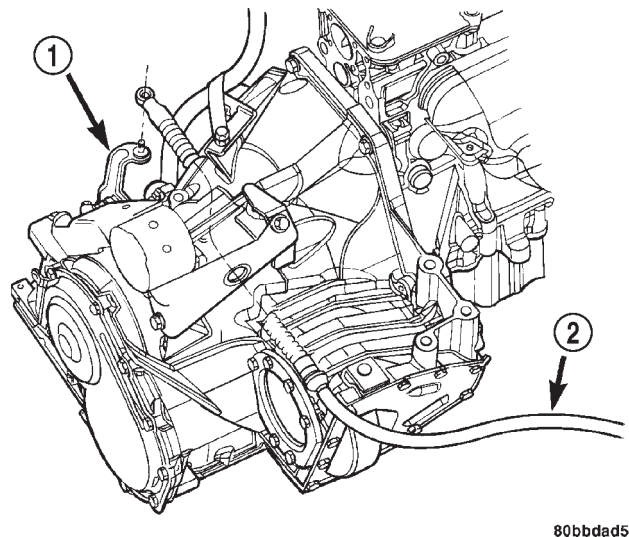
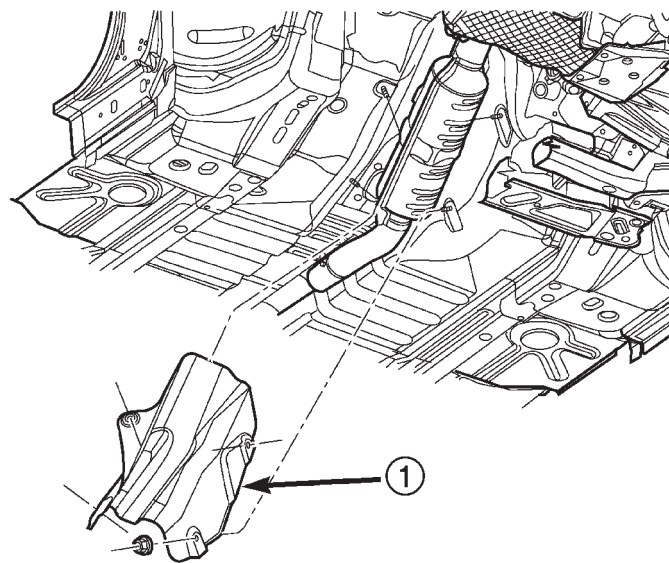
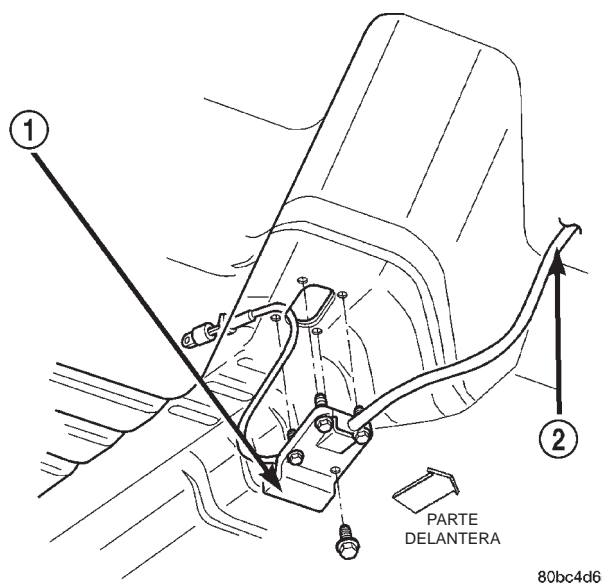

Fig. 185 Cable del cambio de marchas en el transeje
Fig. 186 Protector contra el calor del convertidor catalítico
Fig. 187 Placa de virola y cable de cambio en el suelo de la carrocería
(8) Retire la bandeja de la batería del soporte.
(9) Desconecte el cable del cambiador de la palanca de cambios y retírelo del soporte (Fig. 185).
(10) Eleve el vehículo sobre un elevador.
(11) Retire el protector contra el calor del convertidor (Fig. 186).
(12) Retire los pernos delanteros del protector contra el calor del tubo intermedio.
(13) Retire el tornillo restante de la placa de virola y retire el conjunto de cables del vehículo (Fig. 187).
(1) Instale el conjunto del cable a través de la abertura del suelo de la carrocería y fíjelo en el suelo de la carrocería mediante la placa de virola y un tornillo (Fig. 187). Asegúrese que los tres espárragos de la placa de virola sobresalen del conjunto del cable y el suelo de la carrocería y apriete con una torsión de 7 N·m (60 lbs. pulg.).
(2) Guíe el extremo correspondiente al transeje del conjunto del cable dentro del compartimiento del motor y por encima del conjunto del transeje.
(3) Instale y apriete los tornillos delanteros del protector contra el calor del tubo intermedio.
(4) Instale el protector contra el calor del convertidor catalítico (Fig. 186).
(5) Instale el cable del cambio de marchas en el soporte y conéctelo a la palanca de cambios (Fig. 185).